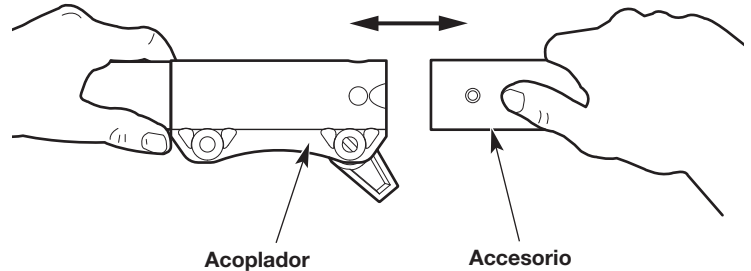
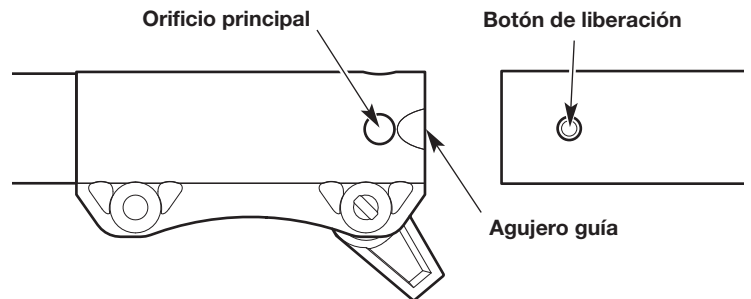

Fig. 8
Fig. 9
4. Alinee el botón de liberación con el embutimiento de la guía (Fig. 9).
5. Presione el accesorio directamente dentro del acoplador (Fig. 8) hasta que el botón de liberación encaje a presión firmemente del orificio principal (Fig. 9).
3. Oprima y mantenga apretado el botón de liberación (Fig. 9).
4. Tire del accesorio directamente hacia fuera del acoplador (Fig. 8).